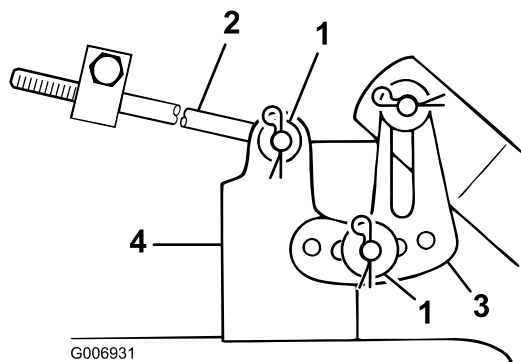

Figure 48
- Enlevez la goupille fendue et la rondelle de l'une des pattes de mise à niveau (Figure 48).
- Fixez la patte de mise à niveau dans un autre trou à l'aide de la rondelle et de la goupille fendue (Figure 48).